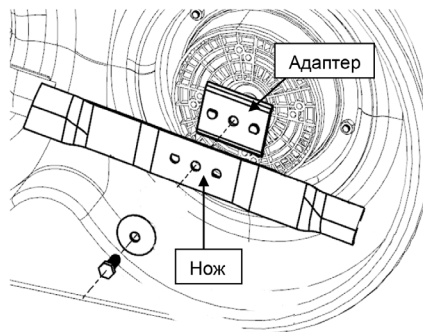

Рис. 20
- Проверьте адаптер ножа на наличие повреждений (Рис. 20).